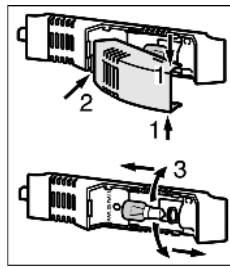

Fig. 31
- ▶ Возьмитесь за крышку лампы сверху и снизу Fig. 31 (1).
- ▶ Выведите крышку лампы сзади из зацепления и снимите Fig. 31 (2).
- ▶ Замените лампу накаливания Fig. 31 (3).